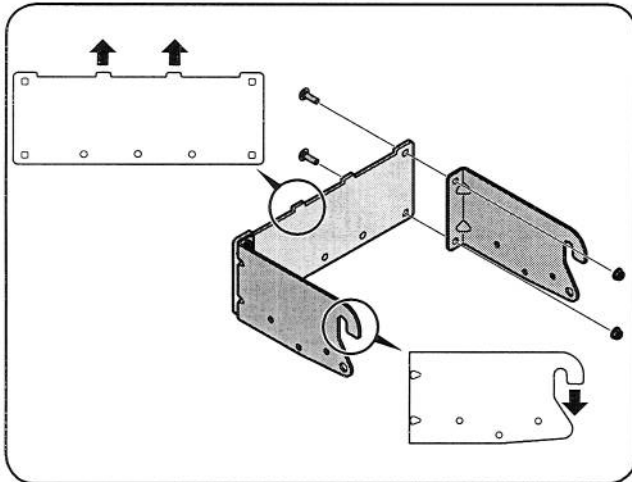
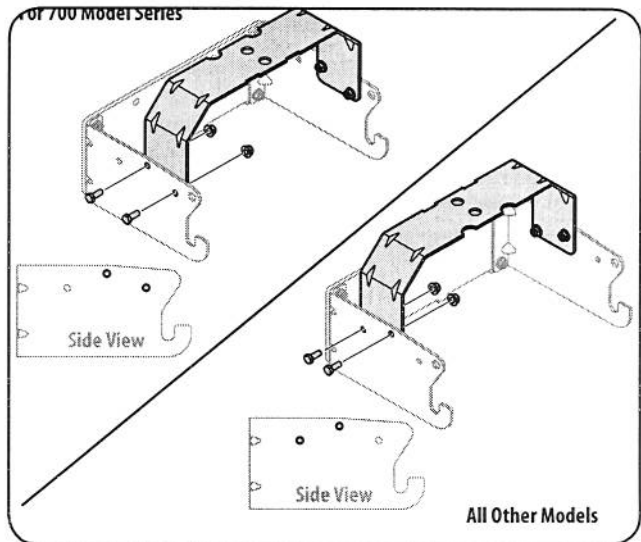

Figure 4-3
Figure 4-4
1. Joindre la main droite et main gauche cavalier support d'attelage à l'universel support de fixation arrière à l'aide des quatre boulons de transport (710-0276) et bride écrous (712-04063) compressé avec le support de montage. Position les crochets avec des crochets sur le côté droit et gauche coureur attelage support pointant vers le bas, et les onglets sur la fixation arrière universel support pointant vers le haut. Voir Fig. 4-3.
2. Flip sur l'assemblage et du montage de l'attelage support de montage à l'assemblée l'aide de quatre boulons 710-3008 hexagone 712-04063 bride et écrous de matériel pack 689-00087. Voir Fig. 4-4 pour la bonne orientation.
2. Insérez l'extrémité entaillée du support de fixation vertical dans l'assemblage du support de sac, comme à la figure 4-3, et la fixez avec un boulon de carrosserie 5/16-18 et un contre-écrou d'épaulement 5/16-18. Consultez la figure 4-4.